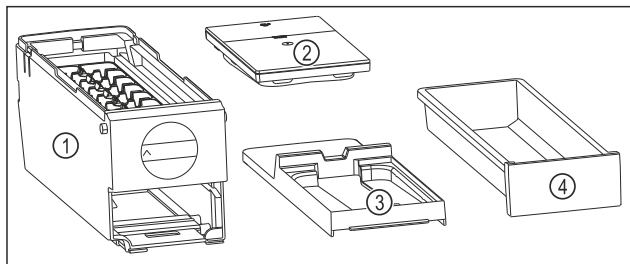

Fig. 80 Componente ale EasyTwist-Ice
- ▷ EasyTwist-Ice este dezasamblat în patru piese. (vezi Fig. 80)
- Dezasamblați EasyTwist-Ice numai în componentele ilustrate. (vezi Fig. 80)
- Curățați corpul EasyTwist-Ice Fig. 80 (1) ca un întreg.